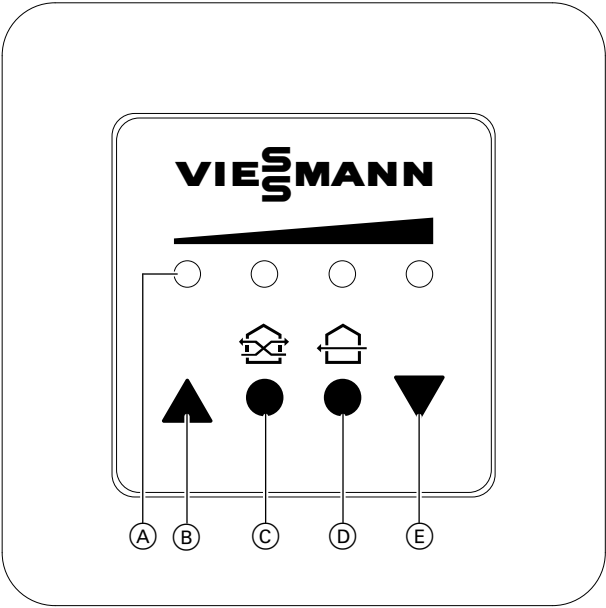

Abb. 21
2. Um die Filterwechselanzeige zurückzusetzen, drücken Sie die beiden runden Tasten Ⓒ und Ⓓ gleichzeitig: Siehe Abb. 21.
Drücken Sie die beiden runden Tasten © und © gleichzeitig: Siehe Abb. 21 auf Seite 19.